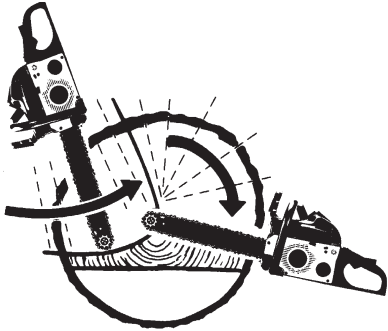

Fig. 15
2. Si le diamètre du tronc à couper est supérieur à la longueur du guide-chaîne, faire 2 entailles comme indiqué sur l'illustration (Fig. 15).